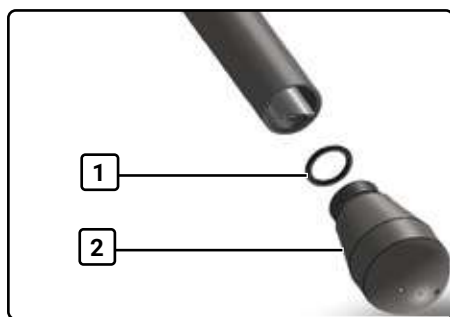

Fig. 10 Buse du tuyau de vapeur démontée
2. Dévissez manuellement la buse (2, Fig. 10) du tuyau de vapeur et placez-la sur le côté.
4. Revissez la buse avec le joint (1, Fig. 10).